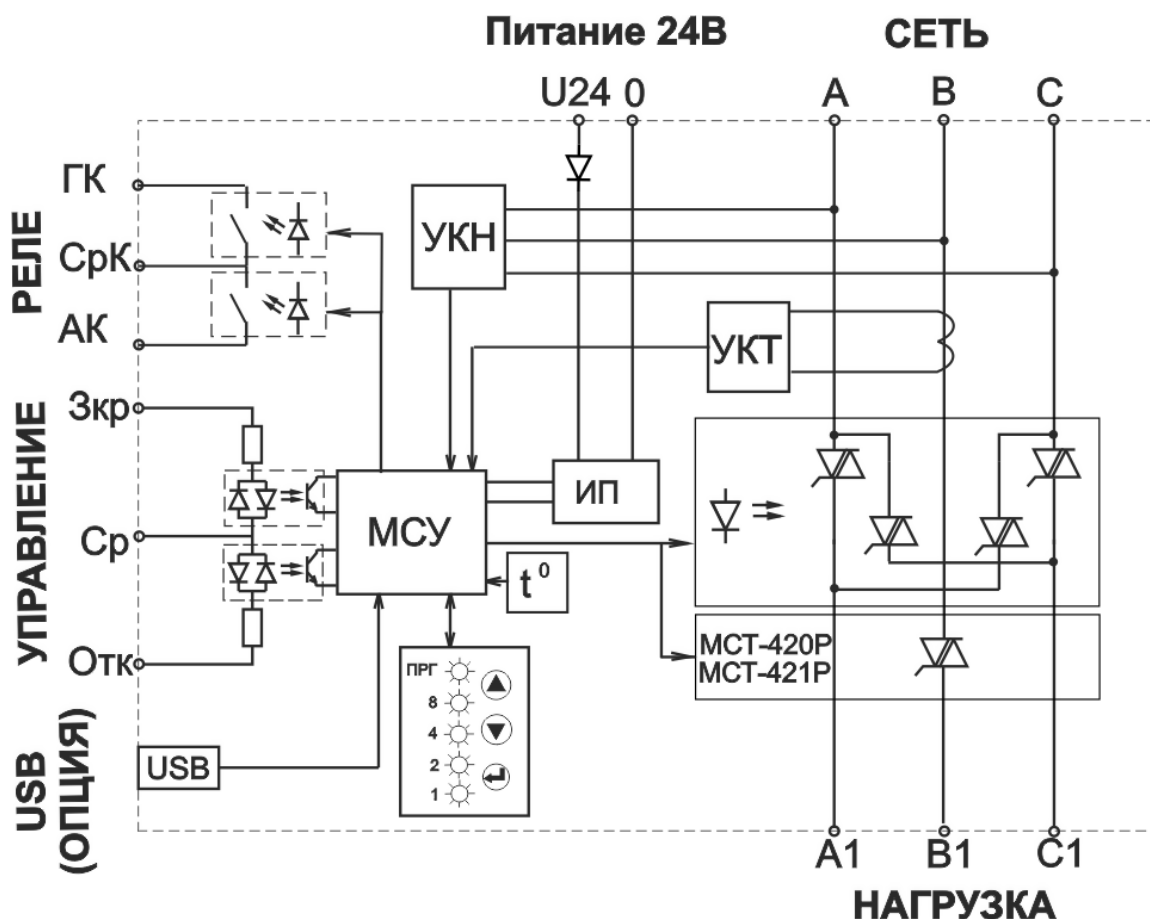

Рисунок 2 – Функциональная схема пускателей МСТ-320Р, МСТ-321Р, МСТ-420Р, МСТ-421Р
1.5.5 Функциональная схема пускателя приведена на **рис. 2**.